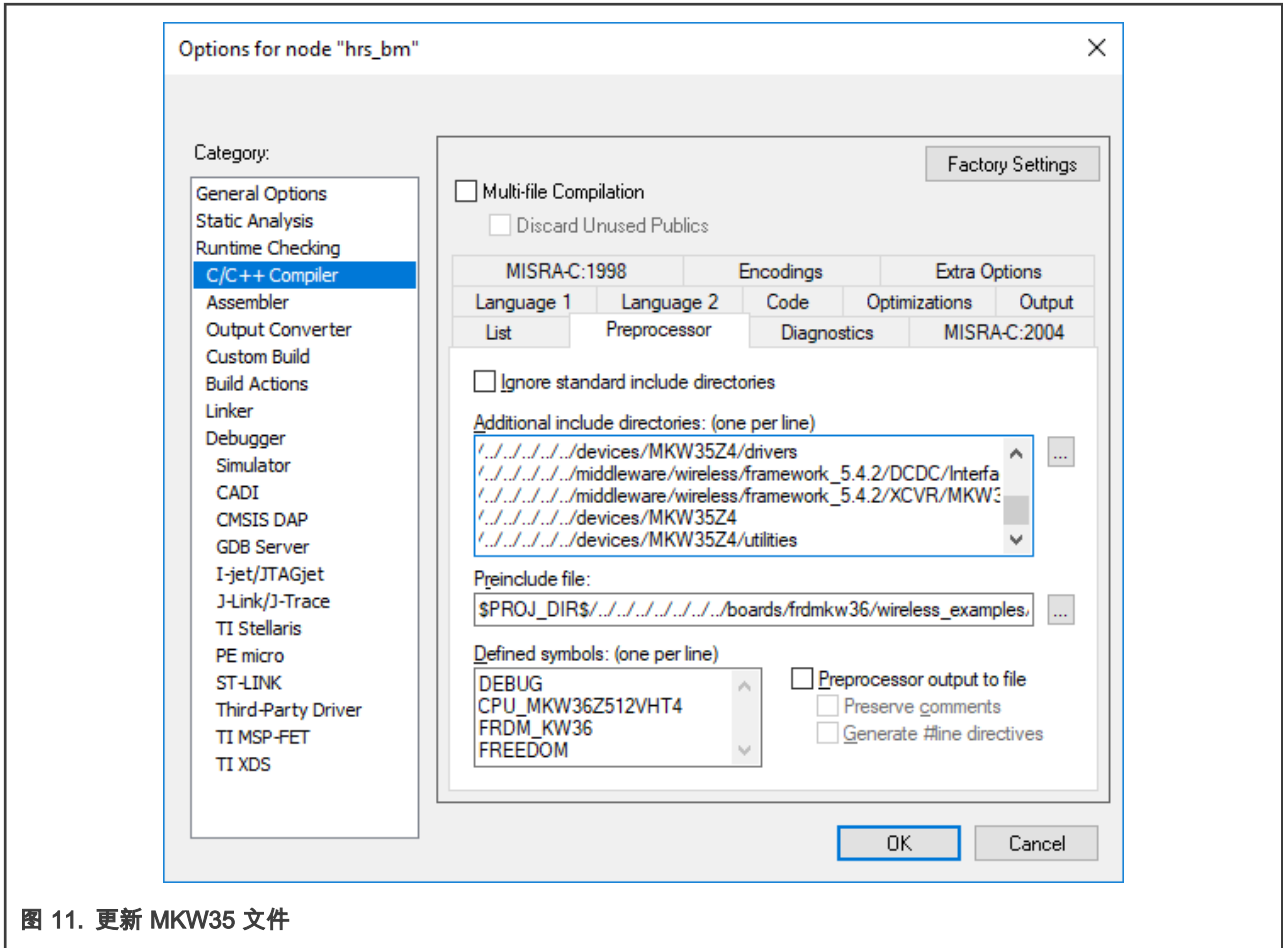

图 11. 更新 MKW35 文件
- 在工作区中选择心率传感器，然后按 Alt + F7 打开项目选项窗口。在“C/C++编译器/预处理器”窗口中，将与 MKW36Z 文件夹相关的路径重命名为 MKW35Z 文件夹，从而在附加包含目录文本框中将数字改为 5，而不是 6。结果必须类似于如图 11 所示：